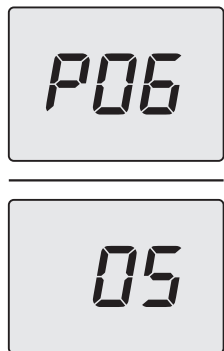

Figura 5.38
- Scorrere i vari parametri utilizzando i tasti 12 (indietro) o 14 (avanti) fino a far apparire sul display LCD le lettere **P06** che si alternano con il valore del parametro (Figura 5.38).